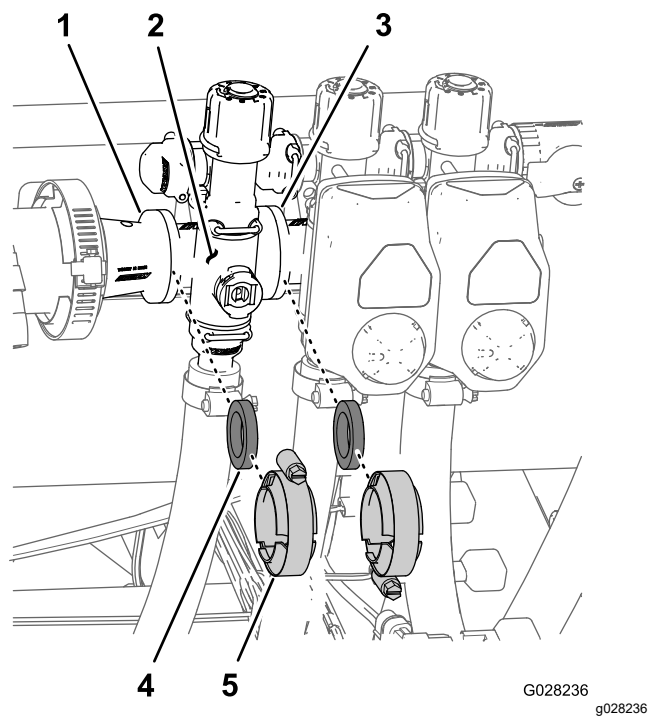

**Figure 118**
- Retirez l'étrier qui fixe le raccord de sortie à 90° au coupleur du collecteur de la vanne générale des rampes (Figure 118).
- Retirez le boulon à embase ( $\frac{1}{4} \times \frac{3}{4}$  po) et le contre-écrou à embase ( $\frac{1}{4}$  po) qui fixent la vanne générale des rampes sur son support, puis déposez le collecteur de la machine (Figure 118).